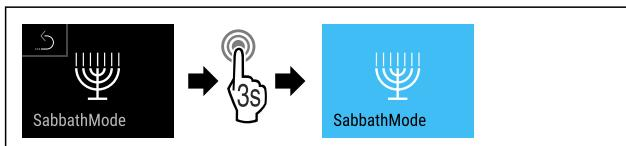

Fig. 71
- Obavite korake postupka (pogledajte Fig. 71).